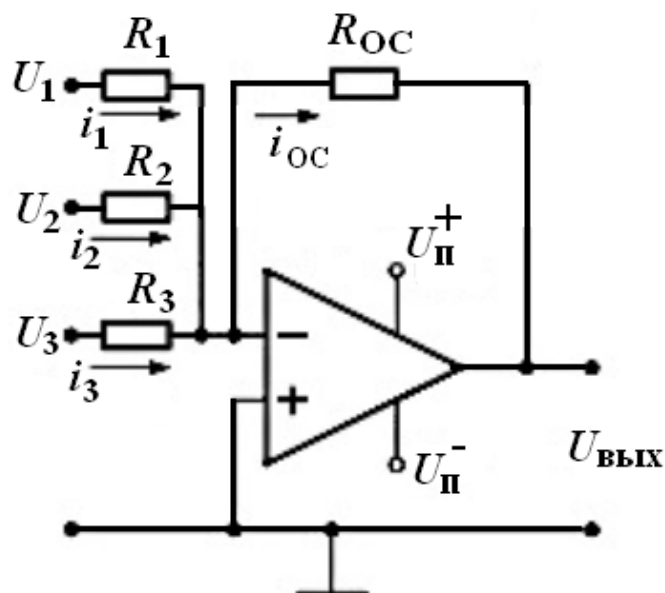

Рис. 6.24. Схема инвертирующего сумматора
**Инвертирующий сумматор** предназначен для суммирования величин входных напряжений (рис. 6.24). Схема выполнена на базе инвертирующего усилителя с числом входных параллельных ветвей, равных количеству сигналов, предназначенных для сложения.